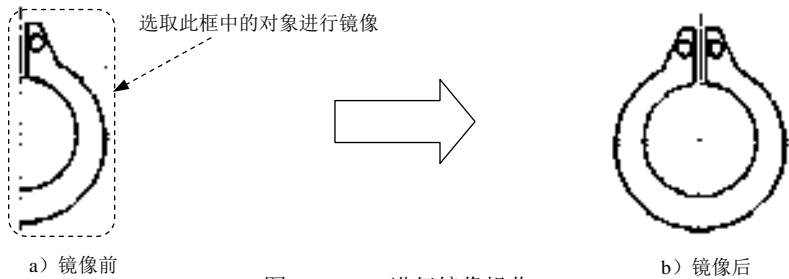

图 17.2.12 进行镜像操作
Step8. 进行图形的镜像, 如图 17.2.12 所示。选择下拉菜单 **修改(M)** \rightarrow **镜像(I)** 命令; 用窗口选取的方法, 选取图 17.2.12a 所示的对象, 按 Enter 键结束选择; 捕捉垂直中心线上的某一点并单击, 然后在该垂直中心线上选取另一点; 在命令行中输入字母 N 后按 Enter 键。